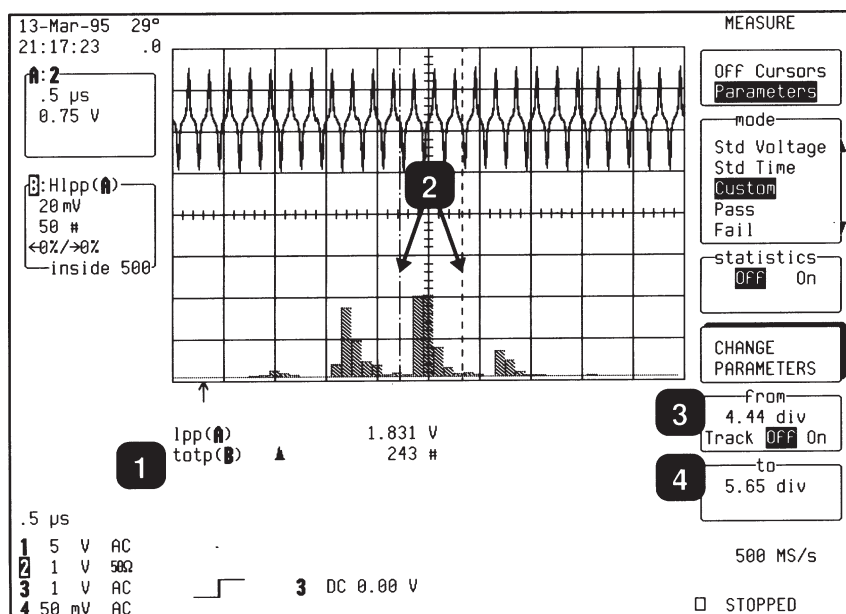

図 16
図 16 には、ピーク・ツー・ピーク ("lpp") 波形パラメータのヒストグラムに関する、パラメータ・カーソル間のピークの度数 "totp (B)" (注記 1) が表示されています。この画面のパラメータ・カーソル (注記 2) は、4.44 デビジョン "from (から)" 5.56 デビジョン "to (に)" 設定されています。